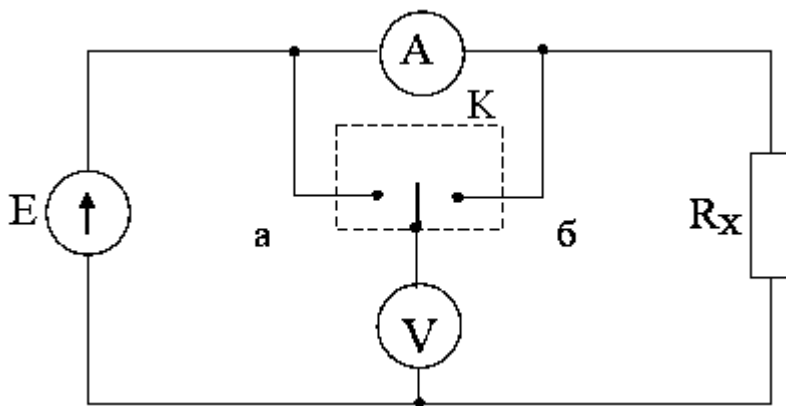

Рис. 1
1. Определим величину сопротивления  $R'_x$  по показаниям приборов и начертим схему включения приборов (рис. 1, 2).
При измерении сопротивления методом двух приборов – амперметра и вольтметра, применяются две схемы (рис. 1).